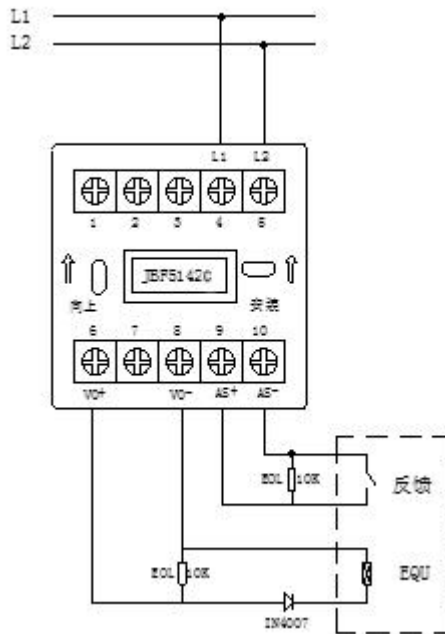

图 3 接线示意图
- ◆ 连接在 AS+和 AS-上的监视设备的动合端必须并联 10K Ω 终端电阻。见图 3。
- ◆ VO+（端子 6）、VO-（端子 8）：接被控设备（脉动触点）。模块启动后 VO+（端子 6）和 VO-（端子 8）可以脉冲输出或持续输出。见图 3。